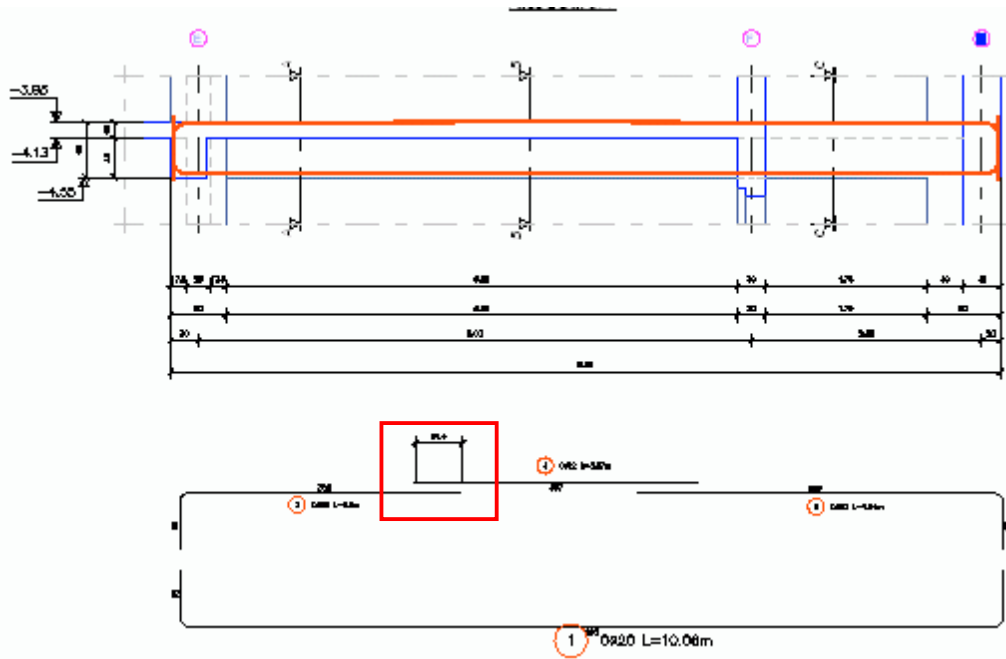

Figura 484: Cotă prin puncte
3. Clic pe cele două puncte pentru a crea cota ca în Figura 484.